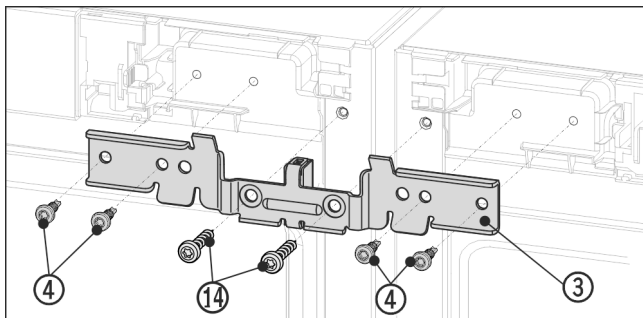

Fig. 13 Примерное отображение
- ▶ Надвиньте угол Fig. 13 (3) с помощью распорной детали между устройствами и на цапфы. Слегка прикрутите угол четырьмя винтами Fig. 13 (4) и ранее выкрученными винтами заземления Fig. 13 (14) поочередно справа и слева.